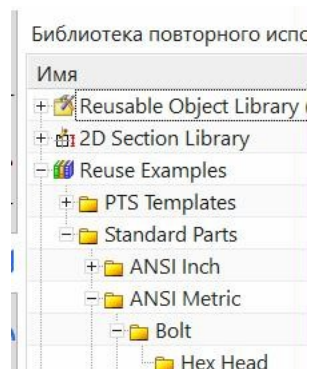

рис.92
- В нашем случае локального NX раскройте библиотеку *ANSI Metric* (рис.92), и кликните, например, по разделу *Hex Head*.